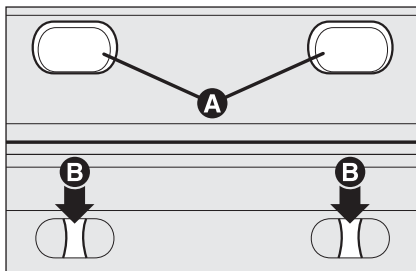
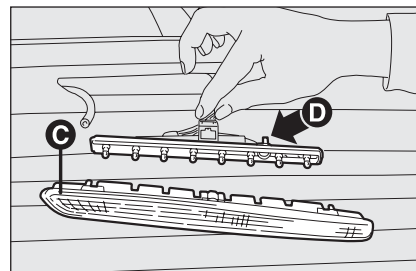

fig. 22
fig. 23
- rimuovere i tappi **A**-fig. 22 in gomma;
- premere sui dispositivi di bloccaggio **B**-fig. 22 ed estrarre il gruppo trasparente **C**-fig. 23;
- agendo in modo contrapposto sulle alette **D**-fig. 23 estrarre il portalam-pade;